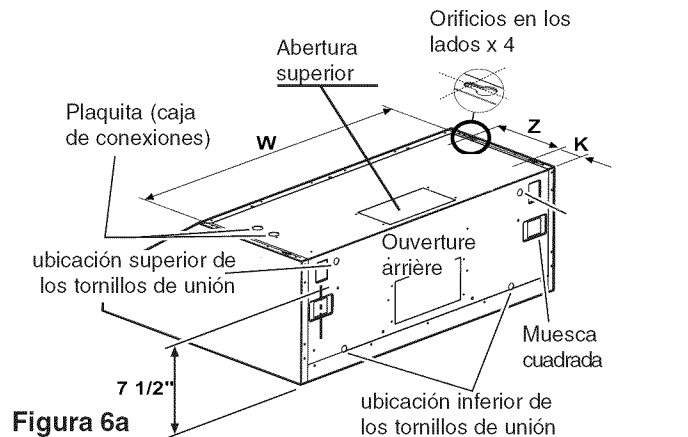

Figura 6a
- Después que la altura de la instalación de la capucha haya sido determinada, dibujar una línea horizontal a una distancia sobre la superficie de cocina igual a la altura de instalación de la capucha deseada más $7 - 1 / 2$ ". También ver la Figura 6a.